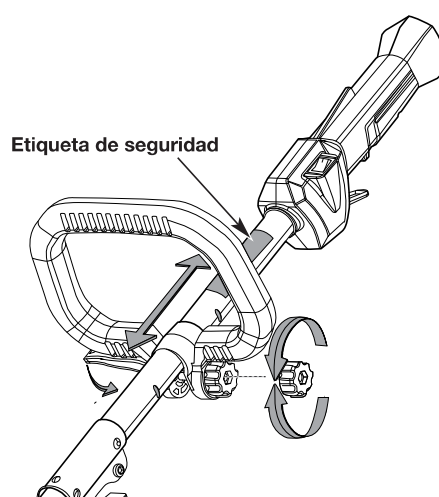

Fig. 3
1. Para aflojarla, mueva la palanca hacia abajo y gire el tornillo en sentido contrario a las agujas del reloj (Fig. 3).